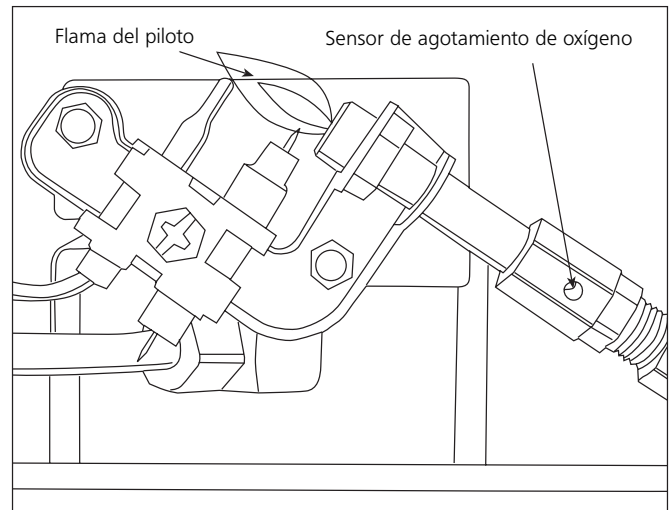

Figura 3
termocupla. La llama rodeará la termocupla justo debajo de la punta, ver Figura 3. Una llama levemente amarilla puede ocurrir cuando la llama del piloto y la llama del quemador principal se encuentran. El o los quemadores deberían ser anaranjados brillantes (con un leve color azul alrededor del borde y una bruma roja-anaranjada visible en el azulejo de cerámica es aceptable) y sin una llama muy notable. Una llama azul que sobresale de la parte superior del azulejo de cerámica indica la acumulación de polvo, pelusas o telarañas dentro del ensamble de la carcasa y del quemador principal. Si el piloto es amarillo o el quemador tiene una llama notable, es posible que sea necesaria una limpieza. Utilice los siguientes procedimientos para inspeccionar el ensamble de la carcasa y del quemador principal. Es necesario revisar periódicamente el orificio del o los quemadores y el tubo venturi del quemador para asegurarse de que están libres de insectos, nidos o telarañas que pueden acumularse con el tiempo. Un tubo obstruido puede generar un incendio.
- 4 Retire los cuatro (4) tornillos que fijan la cubierta posterior del calentador. Levante levemente para retirar los (2) ganchos plásticos en la parte superior de la cubierta posterior.
- 6 Retire los tres (3) tornillos que fijan la parte inferior de la campana extractora para dejar expuestas las aberturas de aire de los quemadores.
- 9 Inspeccione y limpie el piloto (montado en el soporte) con una aspiradora o con aire a presión a través de los orificios en el piloto, los cuales se indican con flechas en la Figura 3.
- 11 Reinstale la parte inferior de la campana extractora con los (3) tornillos.
- 12 Deslice la cubierta posterior sobre los (2) ganchos plásticos en la parte superior del calentador. Asegúrese de alinear la cubierta trasera con las cubiertas plásticas laterales. Instale los (4) tornillos para mantenerla en su lugar.